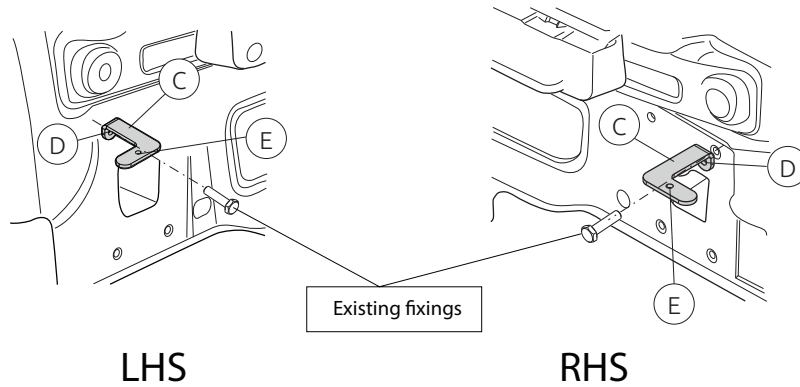

Fig. 2
4. **Если имеются:** Поставить кронштейны С и прикрепить их в точках D. Закрепите антенны на опорах С в точках Е. См. рисунок 2.